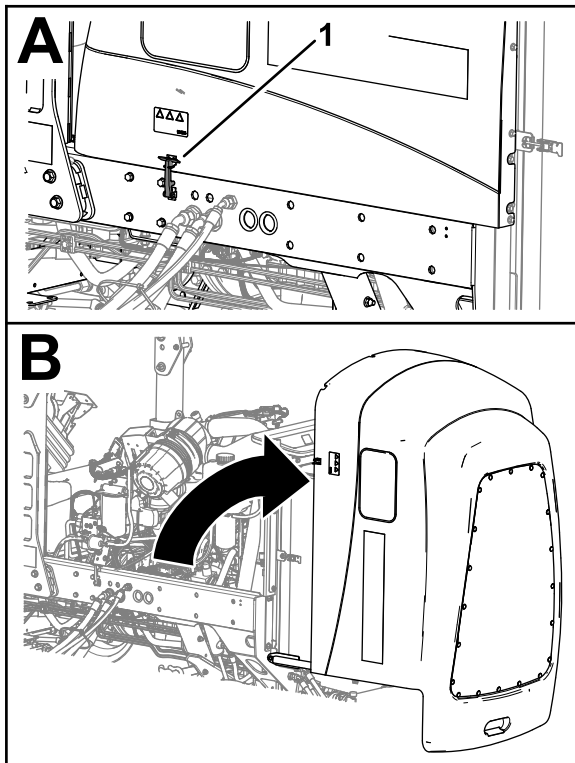

Bild 96
1. Öffnen Sie die beiden Motorhaubenriegel (Bild 96).